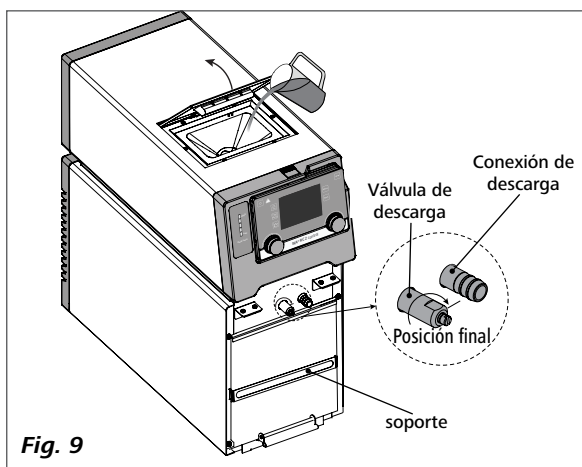

Fig. 9
- Asegúrese de que la válvula de descarga esté cerrada (posición final en el sentido de las agujas del reloj, véase Fig. 9).
- Inserte el enchufe en la toma correspondiente y encienda el aparato con el interruptor de alimentación (2).